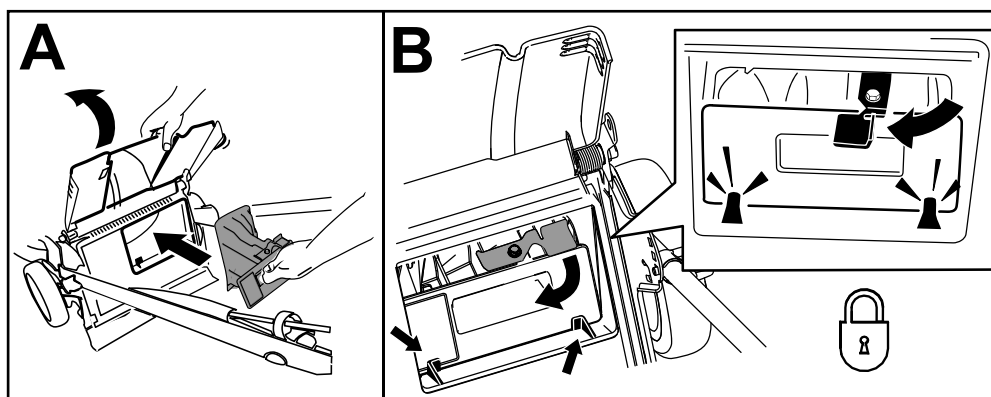

Figura 17
**Importante:** Asegúrese de que el tapón trasero está bloqueado en su sitio. Para bloquear el tapón: levante el deflector trasero (Figura 17, A), introduzca el tapón y presione firmemente hasta que encaje detrás de las pestañas, y gire la palanca del tapón a la izquierda (Figura 17, B).